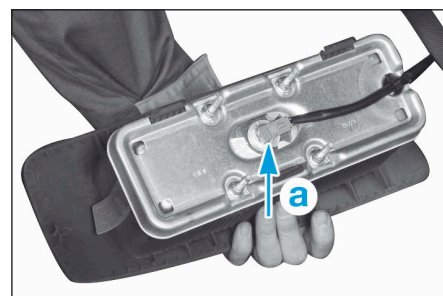
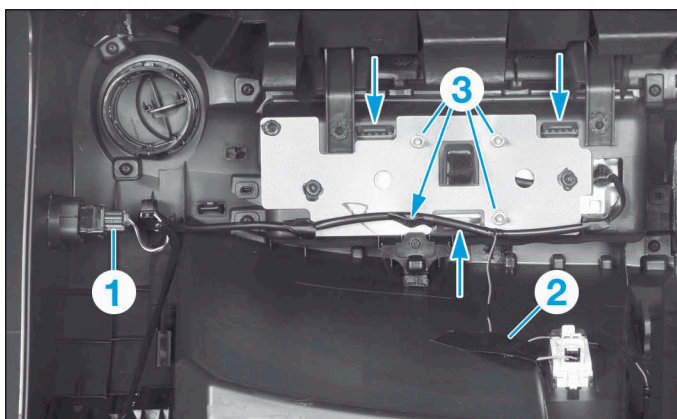

FIG.4
FIG.3
- A l'arrière de la planche de bord, débrancher les connecteurs (1) et (2) (Fig.3).
- Déposer les écrous (3).
- Débrancher le connecteur de l'airbag frontal passager (Fig.4).